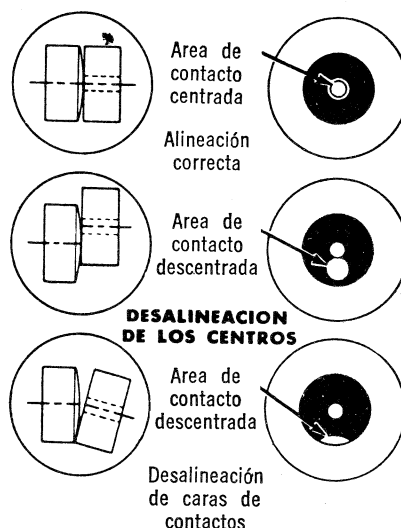

Fig. 12 — Alineación de Contactos. Típico.
1. Gire la leva del distribuidor de modo que se cierren los contactos y compruebe la alineación (Fig. 12).